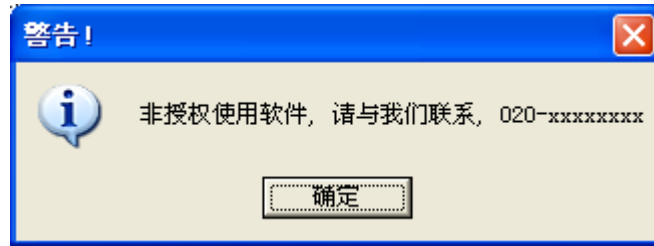

图 7.12 没有加密锁时的错误提示
9. 双击“D:\NT112 EXE文件加密\calc.exe”, 程序会根据图 7.10 所设置的产品编号和普通用户密码去查找合法的加密锁,如果此时没有插入已经初始化过的合法的加密锁,则会弹出如图 7.12 所示的错误提示。